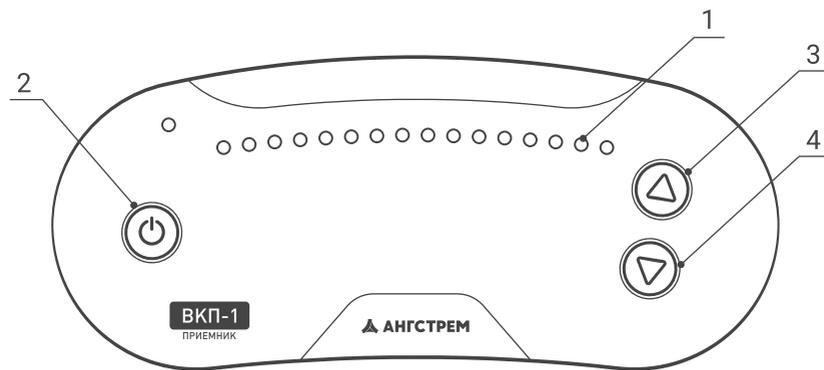

Рисунок 1 – Передняя панель приемника ВКП-П
5.1. Назначение органов управления и присоединений (Рис. 1).